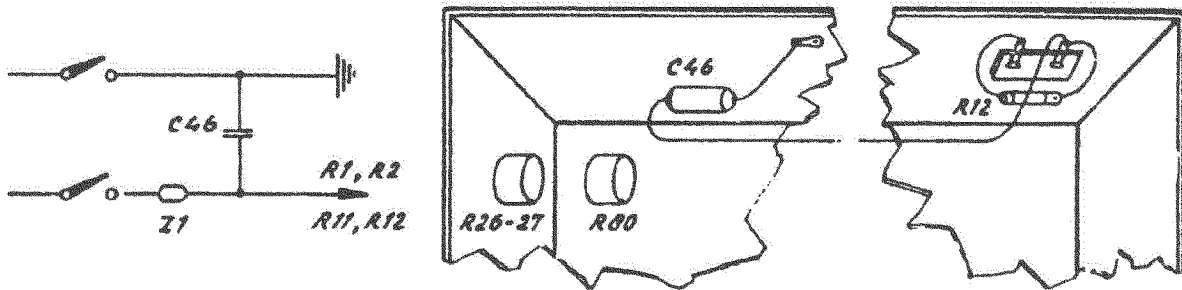

FIG:3
4. Over de netklemmen is een condensator van 0.1 uF/600 V aangebracht. Deze condensator is gemonteerd als in fig. 3 aangegeven. Let op de korte aardverbinding.